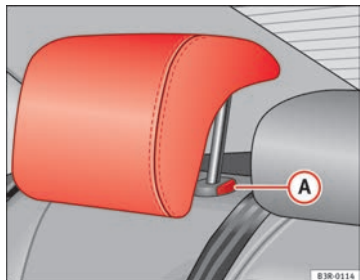

Abb. 5 Hintere Seitenkopfstütze: Kopfstützen
- Drücken Sie den Knopf **A** ⇒ Abb. 5 und führen Sie die Kopfstütze nach unten.
- Drücken Sie auf die Taste **A** ⇒ Abb. 5 und ziehen Sie gleichzeitig die Kopfstütze heraus.